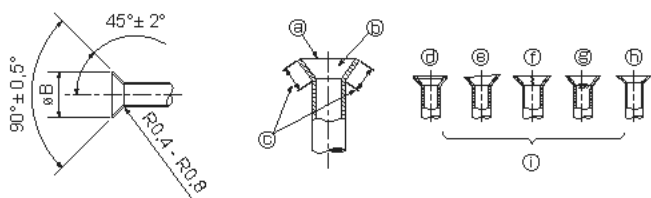
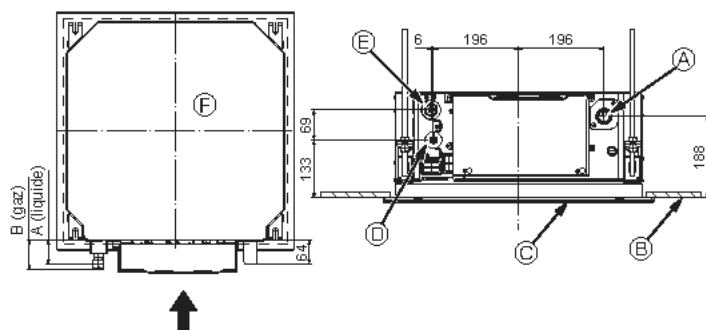

Fig. 5-6
Fig. 5-7
5.3.5. Vérification (Fig. 5-6)
- ① Lisse tout autour
- ② L'intérieur brille et n'est pas rayé
- ③ La même longueur partout
- ④ Trop
- ⑤ Penché
- ⑥ Rayure sur la surface évasée
- ⑦ Craqué
- ⑧ Inégal
- ⑨ Exemples de mauvais spécimens
5.4. Emplacements des tuyaux de réfrigérant et d'écoulement (Fig. 5-7)
- ① Tuyau de vidange
- ② Plafond
- ③ Grille
- ④ Tuyau de réfrigérant (liquide)
- ⑤ Tuyau de réfrigérant (gaz)
- ⑥ Appareil principal